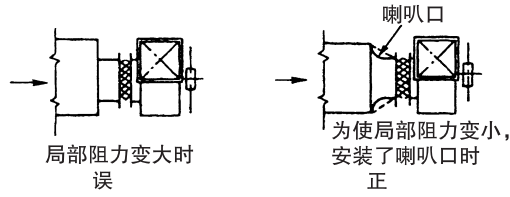

图 1.10 风机吸入口风管的连接
(6)与风机吸入口连接的风管处，若局部阻力变大时，如图 1.10，要安装喇叭口。